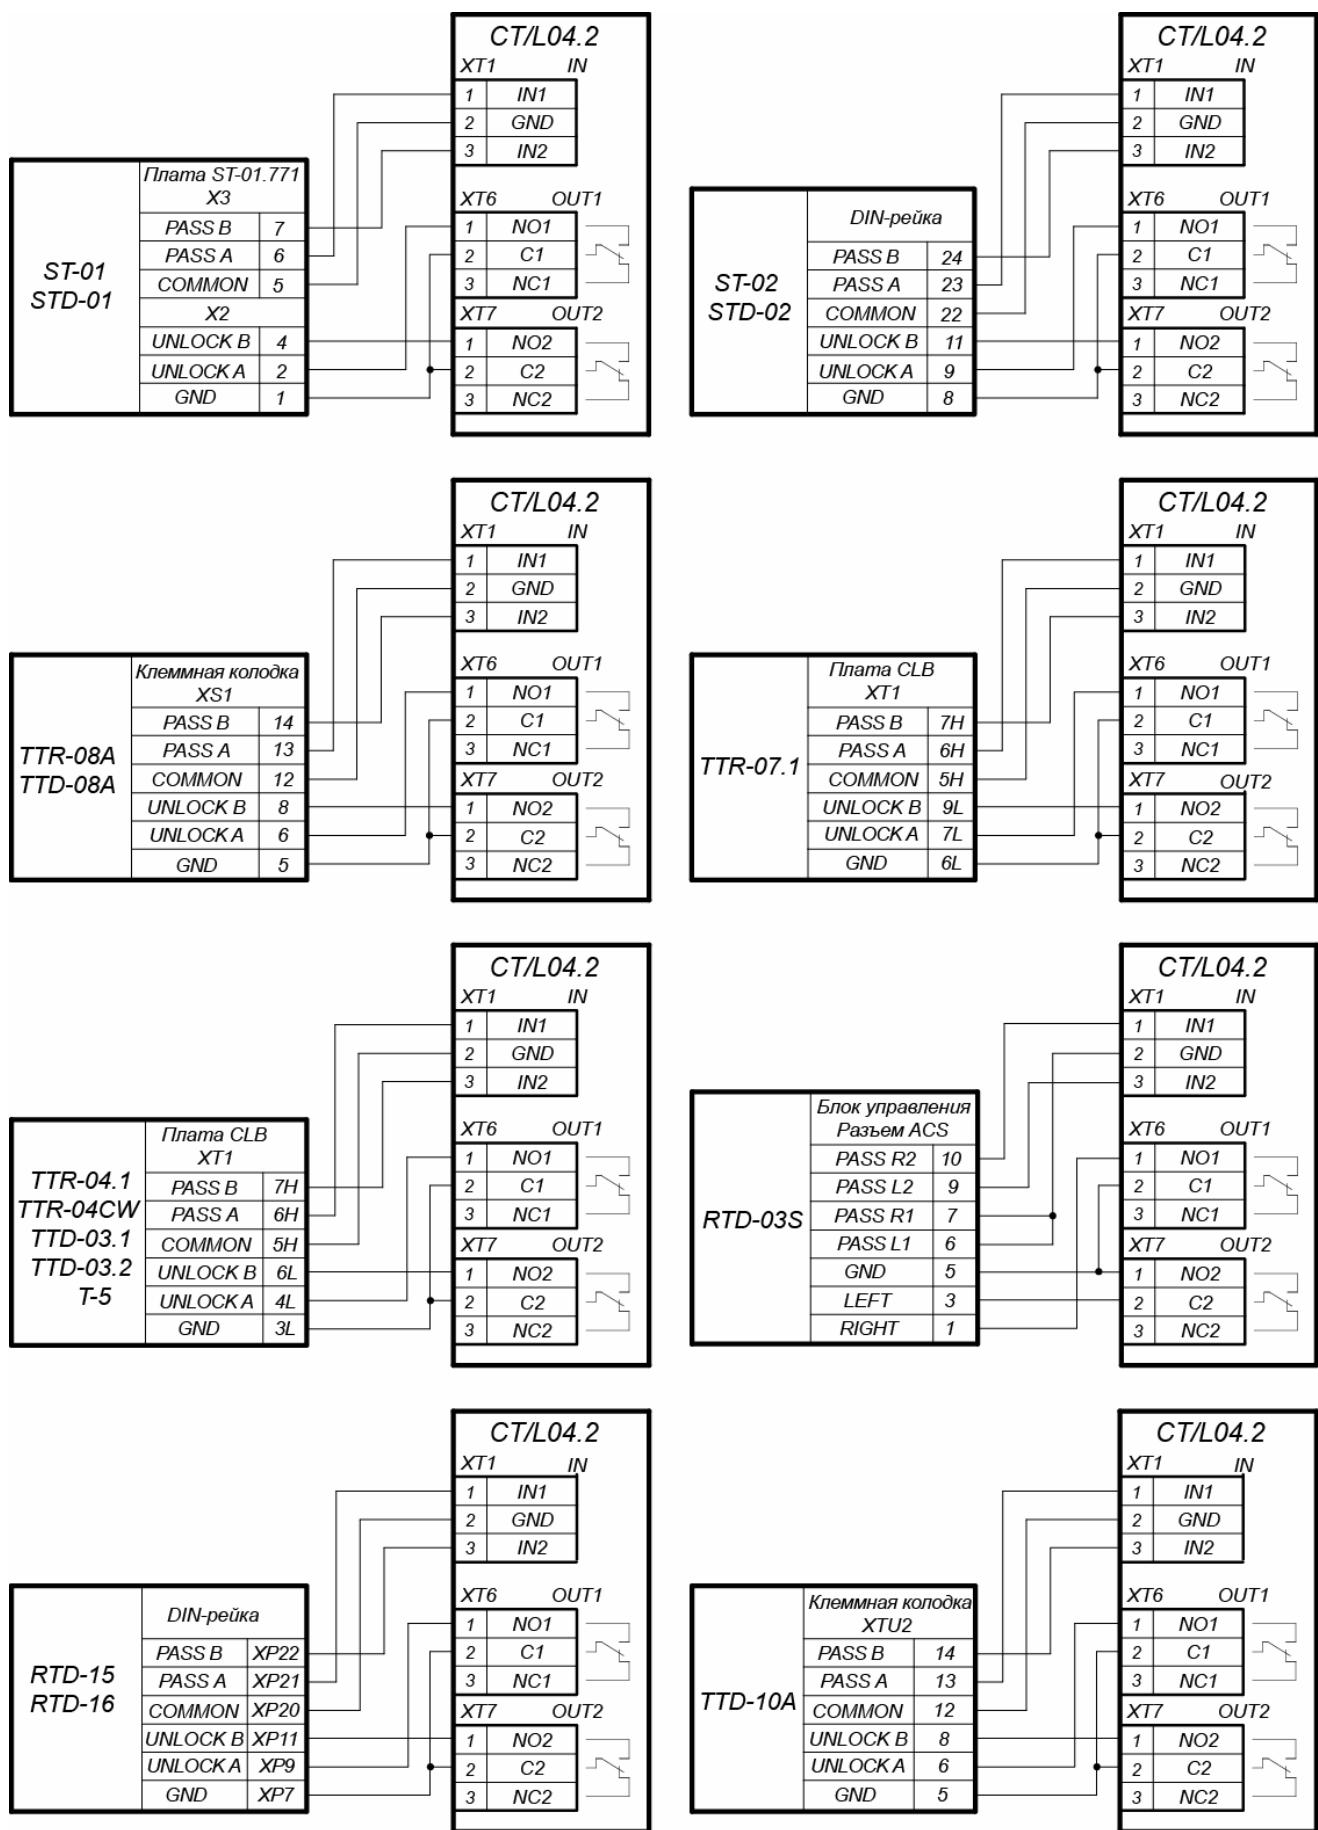

Рисунок 6. Схемы подключений турникетов
- Турникет (блок управления турникетом) подключается к клеммным колодкам **XT1**, **XT6**, **XT7** нижней платы контроллера в соответствии со схемой для данного типа турникета (см. рис. 6).